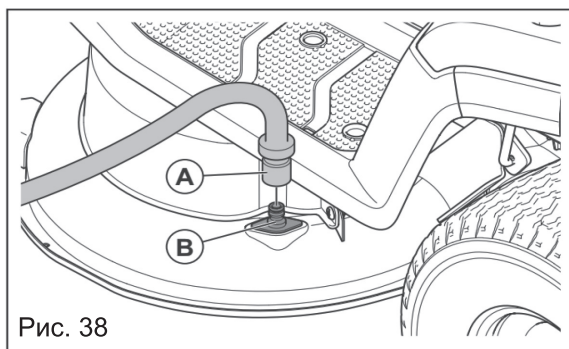

Рис. 38
- Режущая дека оснащена штуцером для подсоединения шланга с возможностью подачи проточной воды для быстрой очистки режущей деки изнутри (Рис. 38).